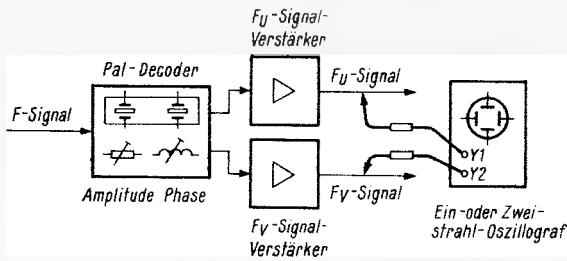

Bild 107. Meßanordnung bei Abgleich des Pal-Decoders. Oszillografen im F_U - bzw. F_V -Kanal (oder $F_{(B-Y)}$ bzw. $F_{(R-Y)}$ -Kanal) anklammern
1. Oszillograf am F_V -Ausgang des Pal-Decoders (oder am Ausgang des F_V -Verstärkers) anschließen (Bild 107).
1. Regenbogensignal am Antenneneingang einspeisen. Oszillograf am F_V - oder F_U -Ausgang des Pal-Decoders anschließen (vgl. Bild 107).